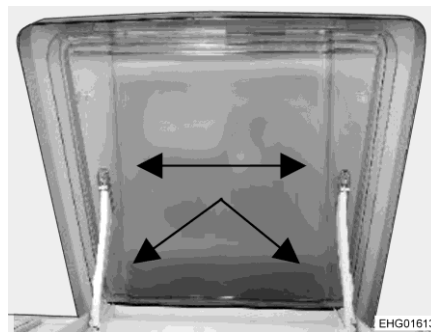

Bild 175 Taklucka VisionStar
- Takluckan kan tas bort för rengöring. Ta försiktigt bort plastplintarna (Bild 175, pilar).